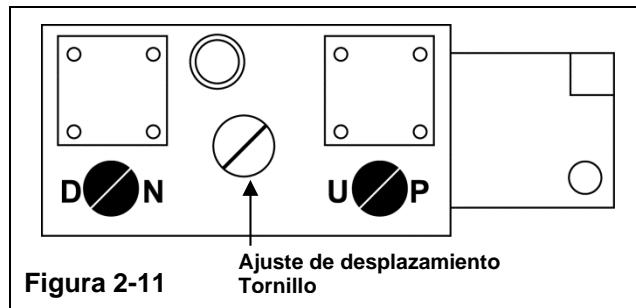

Figura 2-11
- Paso 1. Gire el tornillo de ajuste de desplazamiento (consulte la Figura 2-11) en el sentido contrario al de las agujas del reloj hasta que haga tope y media vuelta hacia atrás.